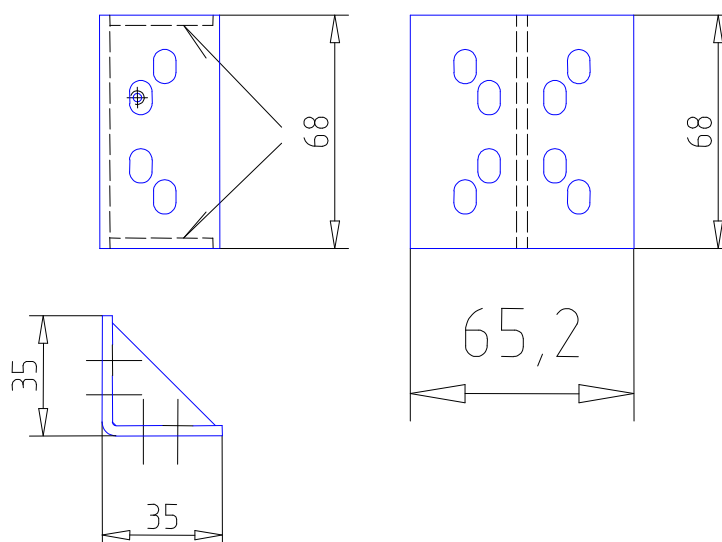

Рисунок 3.7 – Батарейный стеллаж Штиль MBS-03. Опора (переходник для вертикального масштабирования стеллажей)
4.1 Закрепить винтами М6*16 опоры (рисунок 3.7) на стойках изделия (рисунки 3.4, 3.5).